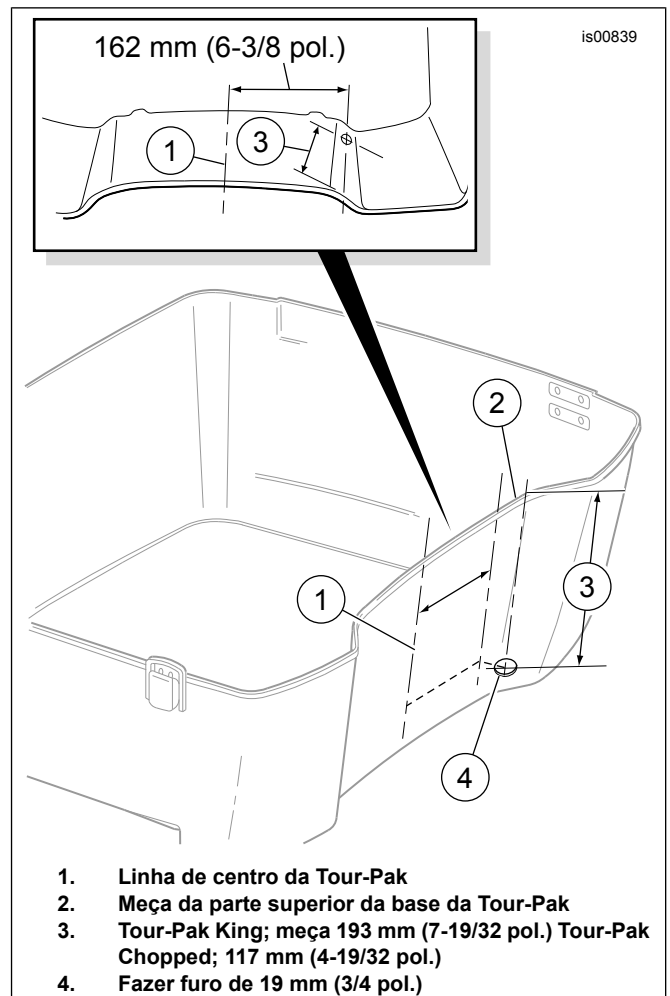

Figura 3. Local de perfuração do cabo da antena AM/FM (Tour-Pak tipo 2)
- l. Veja a Figura 3. Meça e determine o centro (1) da parede interna dianteira da Tour-Pak.
- o. De frente para a fita, meça 162 mm (6-3/8 pol.) da linha de centro até a parede dianteira esquerda da Tour-Pak. Não siga a curva da parede, meça **de uma extremidade à outra**. Veja o inserto da Figura 3.